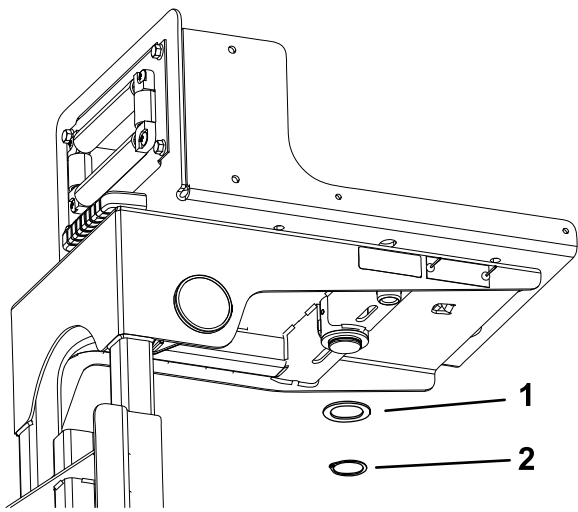

**Figure 8**
**Remarque:** Le fusible du moteur du dévidoir est situé dans le boîtier d'interrupteur (Figure 8).